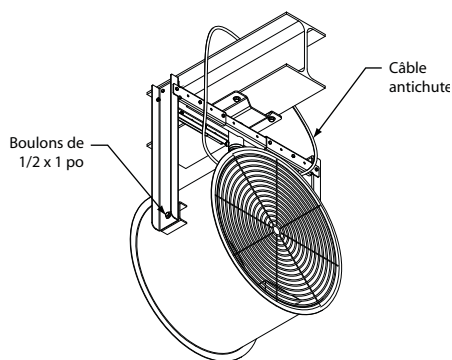

Figure 10 — Support de fixation au plafond représenté avec le canon à air industriel
- Aligner le carter du ventilateur dans la position de soufflage souhaitée et le fixer au support pour plafond assemblé avec deux (2) boulons de 1/2 x 1 po.
- Poser le support sur un plafond ou une poutre en I de capacité structurelle suffisante avec quatre (4) boulons de 1/2 x 1 po.
- Attacher le câble de protection antichute. Le fixer au plafond ou à la poutre en l'anneau de levage situé sur le dessus du carter de ventilateur. Prévoir suffisamment de mou dans le câble pour permettre le réglage du canon à air. Voir la Figure 10.